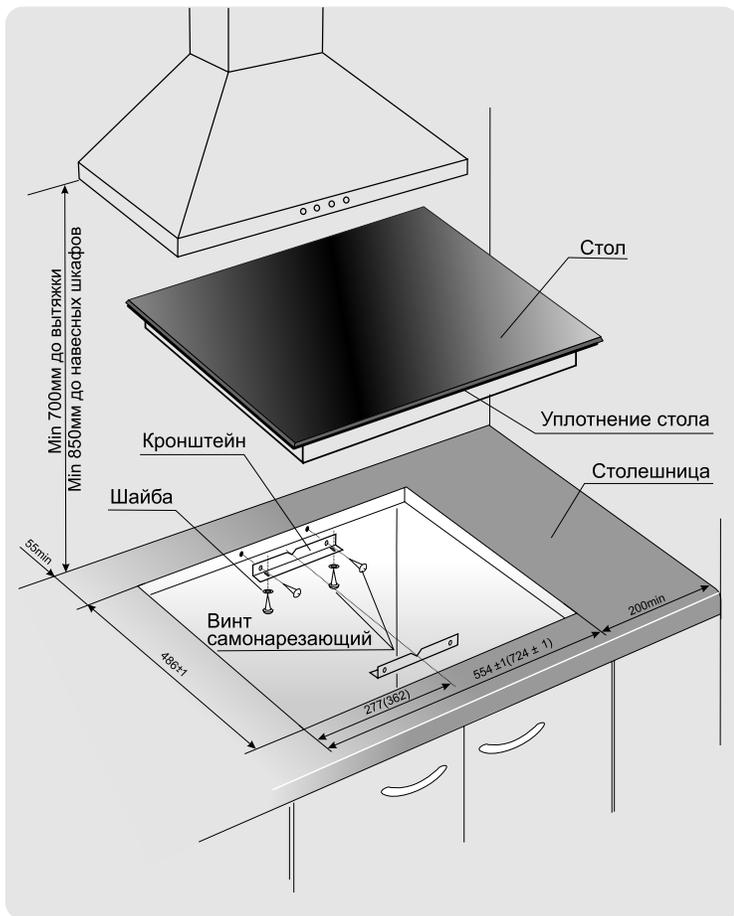

Рис. 11
1. Точно разметить на столешнице контур проема под встраиваемый стол (рис.11).